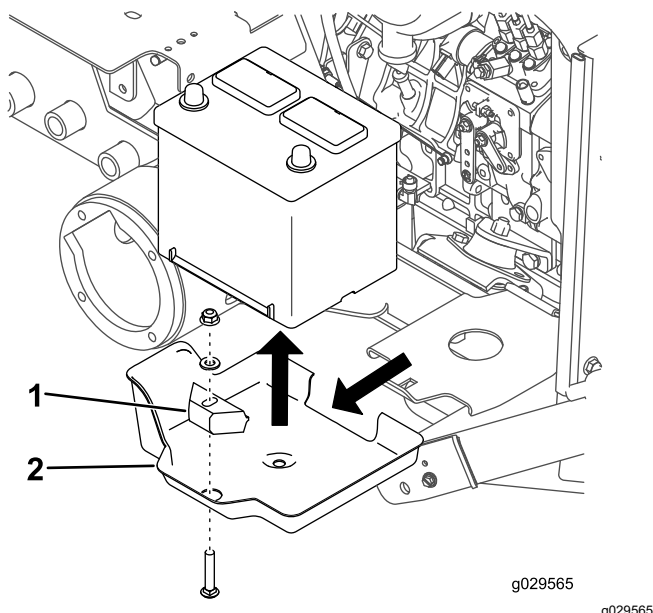

Figura 23
3. Retire o parafuso de carroçaria, anilha, fixador da bateria e porca que prendem a bateria (Figura 23).
4. Retire a bateria do tabuleiro (Figura 23).
5. Retire o tabuleiro da bateria da plataforma da bateria (Figura 23).